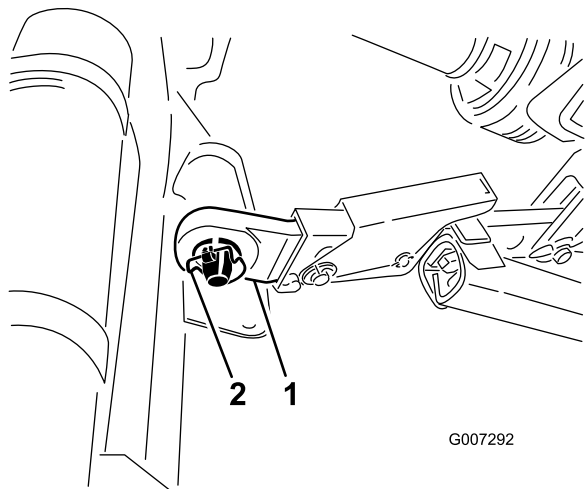

图 6
5. 将右下连杆臂和左下连杆臂插到挂钩销上图 6。
6. 使用保险销将下连杆臂固定到挂钩销上图 6。